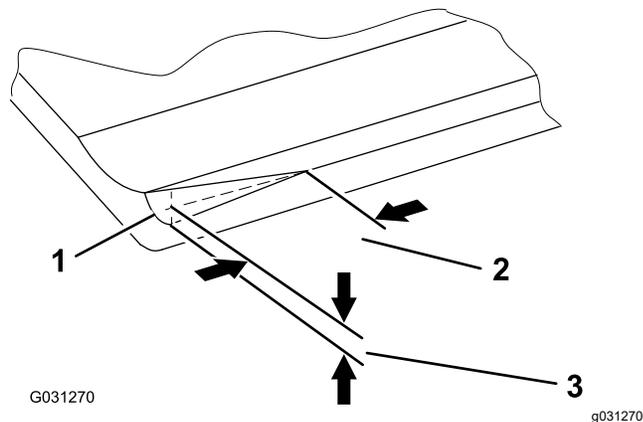

Figura 8
**Nota:** Com o tempo, tem de amolar o ângulo (Figura 8), uma vez que só foi concebido para durar 40% da duração da lâmina.